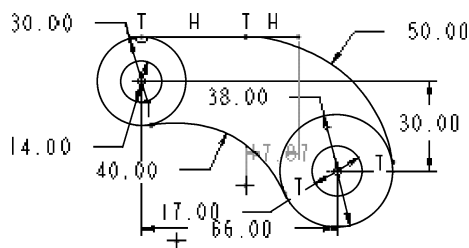

图 3-113 草绘圆角
(14) 单击【草绘器工具】工具栏中的【圆角】按钮，在 $\phi 38$ 圆的右上侧选取圆，在水平直线的右端位置选择直线，为直线和 $\phi 38$ 圆倒圆角，修改其尺寸为50，如图3-113所示。